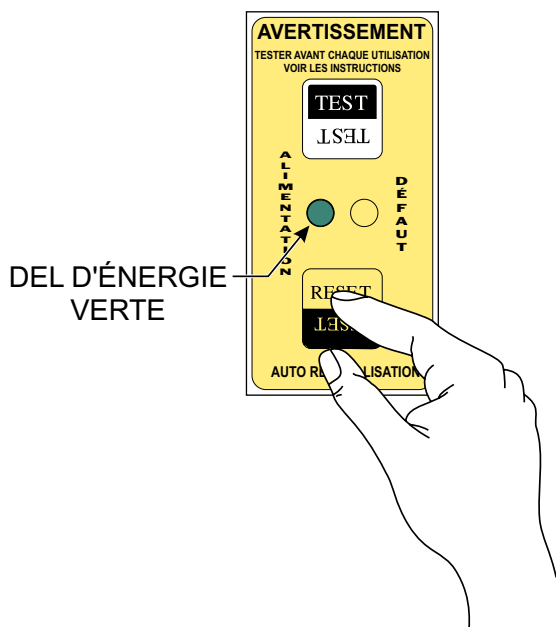

**Figure 66. Module de détection GFCI (voyant vert allumé)**
- Appuyez sur le bouton **RESET** du module GFCI et vérifiez que le voyant d'alimentation **VERT** est allumé (Figure 66).